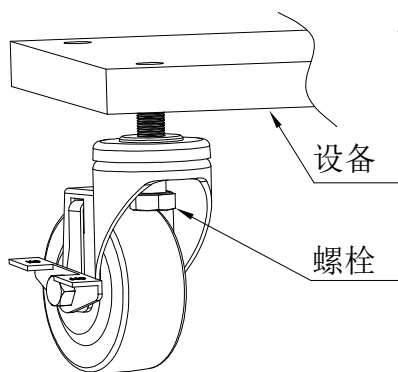

图2
①脚轮安装需另外准备螺栓，螺栓长度根据设备选择，螺栓直径小于12毫米。
②将螺栓从脚轮波盘底部孔穿入再拧紧螺栓将脚轮固定在设备上，如图2。